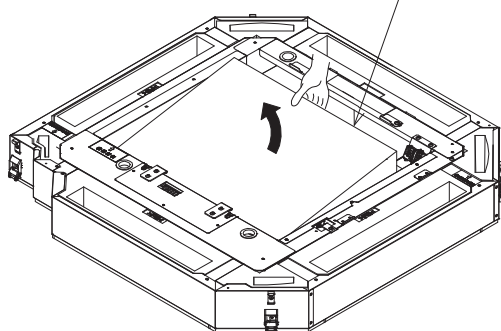

Abbildung 8
- (1) Entfernen Sie die Klebebänder, welche die Stromversorgungs- und Signalkabel festhalten.
- (2) Entfernen Sie die Klebebänder, welche die Haken (Filter) (an 2 Stellen) festhalten.
- (3) Entfernen Sie das Klebeband, das den plissierten Filter (1) festhält.
- (4) Halten Sie den plissierten Filter (1) an der Stelle fest, die in **Abbildung 8** dargestellt ist, und ziehen Sie ihn heraus. (Wird der plissierte Filter an einer anderen Stelle gehalten, könnten die Falten des plissierten Filters (1) zerdrückt werden.)